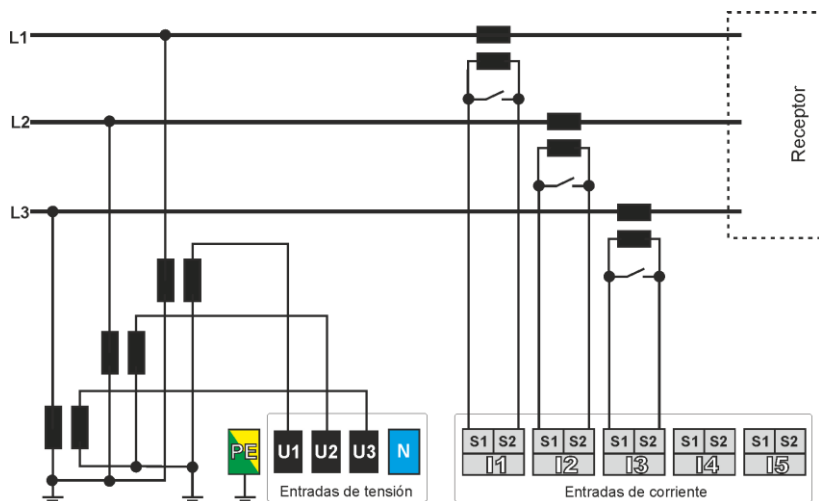

Fig. 30. Esquema de conexión – sistema indirecto trifásico de 3 hilos con transformadores de tensión.
- de 3 fases 3 hilos (Fig. 30).